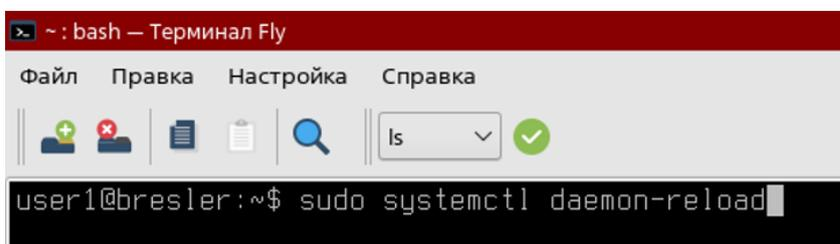

Рисунок 19 – Выполнение команды перезагрузки «демонов»
- 12) Выйти из данной панели и в терминале Fly прописать команду «*sudo systemctl daemon-reload*» – перезагрузка «демонов» (рисунок 19);